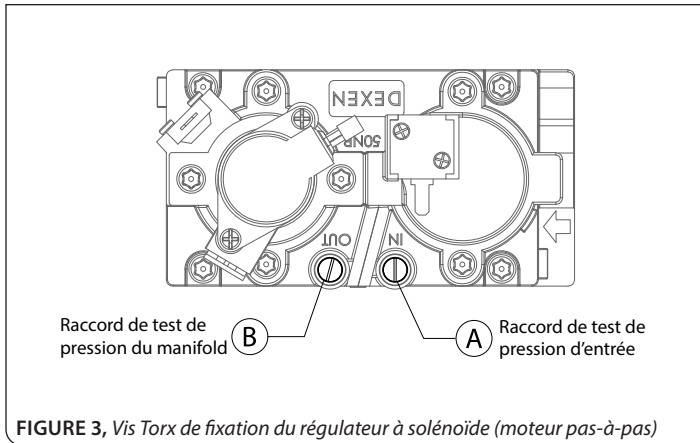
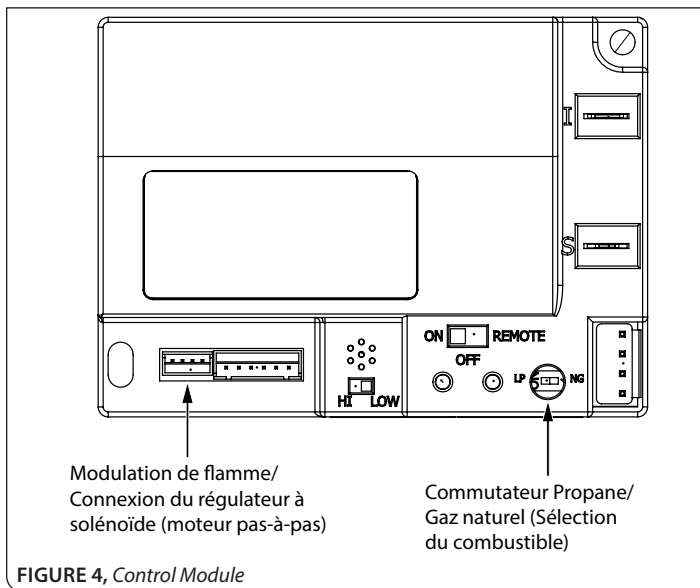

FIGURE 3, Vis Torx de fixation du régulateur à solénoïde (moteur pas-à-pas)
FIGURE 4, Control Module
Étape 1: Avec un tournevis Torx T20 (embout en étoile), retirez les (2) vis du régulateur à solénoïde. Voir FIGURE 3.
Étape 5: Fixez le régulateur à la valve de gaz avec les (2) vis retirées précédemment. **NE LES SERREZ PAS TROP!**
Étape 6: Connectez le connecteur à 4 broches du nouveau régulateur à solénoïde dans la prise correspondante du module de contrôle, tel que montré (FIGURE 4, coin inférieur gauche).
Étape 7: Réglez le commutateur de sélection du type de combustible en le glissant à la position «NG». Voir FIGURE 4